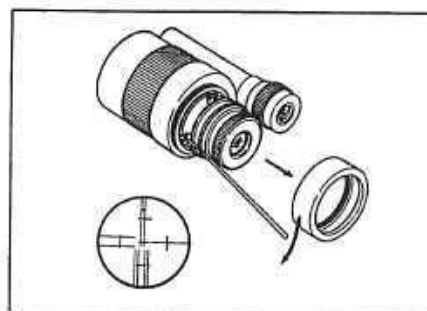

図60
- 6) 調整ピンを使い、左右の十字線調整ねじを回して目標の所まで、縦十字線を移動させます。（図60）